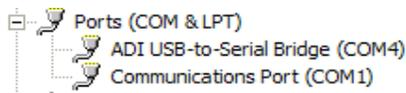
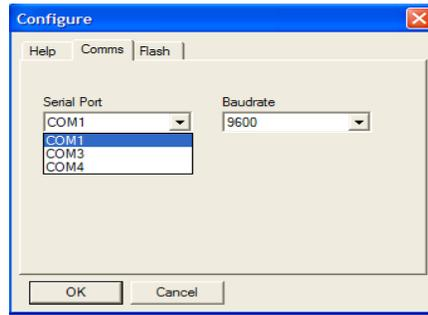

图 1
图 2
3. PC 机通信端口配置是否正确，如果不清楚实际的通信端口，可以在计算机的设备管理器里找到，如图 1 所示。对于一般的串口连接，通信端口应该是 COM1，如果是利用 USB 转串口的方式，通信端口可能是 COM3 或 COM4。一旦确定了通信端口，就可以到 ARMWSD 的 Configure 对话框中设置端口，并要将波特率设为 9600，如图 2 所示。